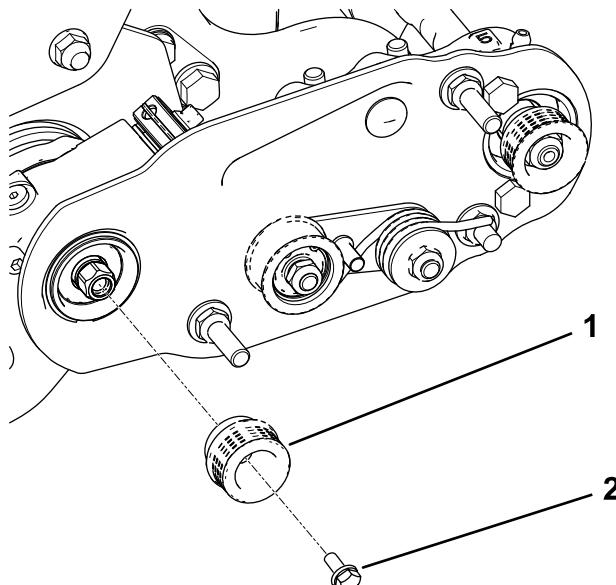

Figure 13
2. Montez la courroie d' entraînement sur l' arbre du groomer (Figure 13).
3. Appliquez du Loctite 242 (bleu) sur le boulon à embase et utilisez le boulon pour fixer la poulie à l' arbre d' entraînement ; voir Figure 13.